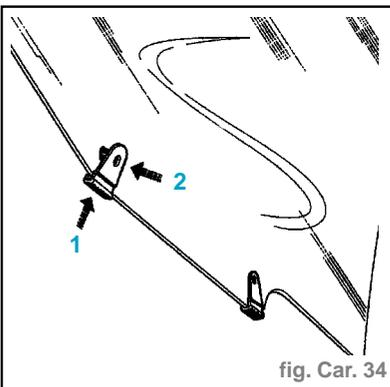

fig. Car. 34
- Pour monter les agrafes sur la vitre (fig. Car. 34) :
- plaquer la partie (1) contre le bord de la vitre,
- rabattre la « cheville » (2) dans le trou de la vitre.